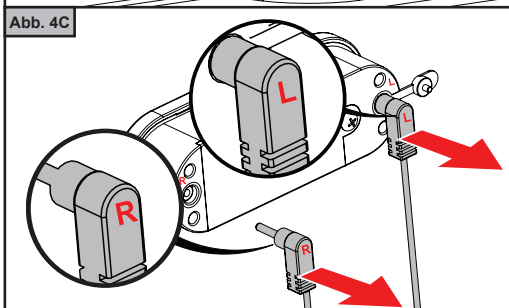

Abb. 4D
4. Öffnen Sie die Klappe hinten am Thermometer (Abb. 4D).